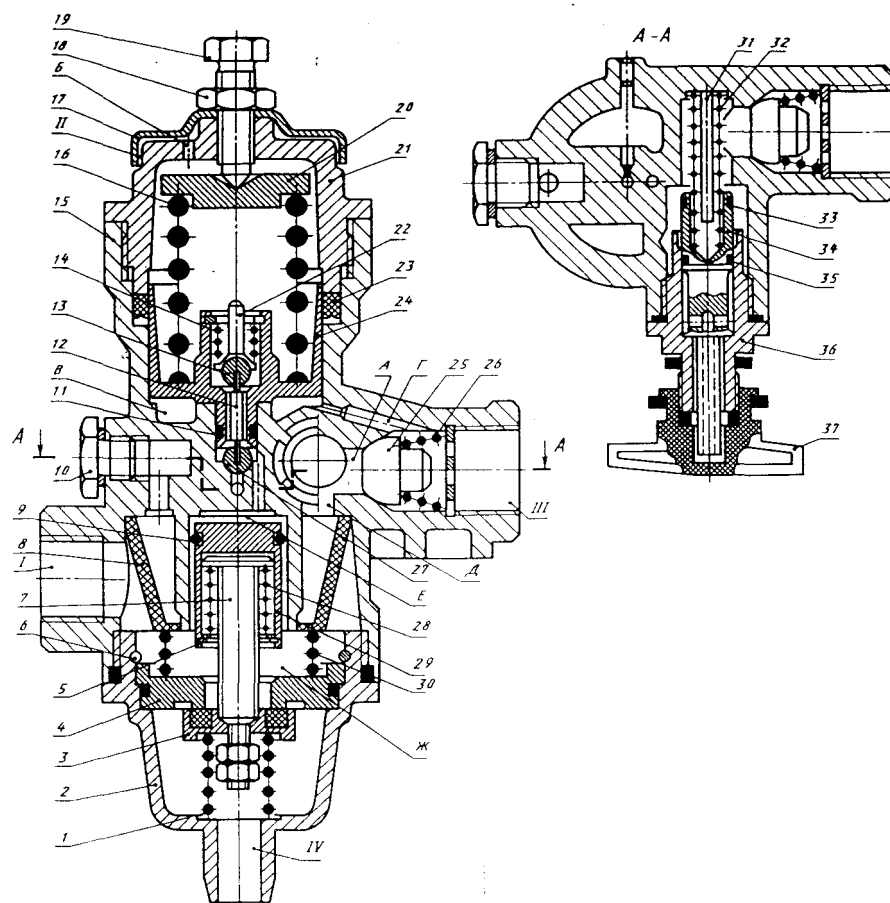

Рис. 73 Регулятор давления
1. РЕГУЛЯТОР ДАВЛЕНИЯ (рис. 73)